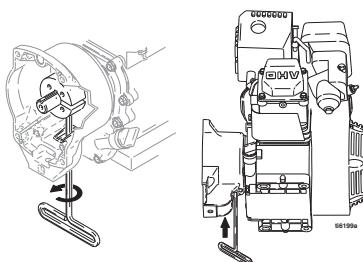

FIG. 9
- FIG. 9. Velt motoren på siden slik at bensintanken vender ned og luftfilteret vender opp.